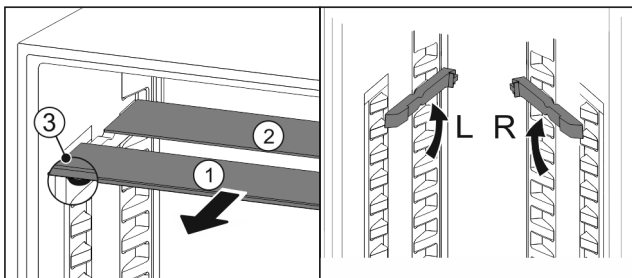

Fig. 121
- ▶ Издърпайте Fig. 121 (1) поотделно стъклените плочи напред.
- ▷ Стъклената плоча Fig. 121 (1) с декоративната лайсна е отпред.
- ▷ Ограничителите Fig. 121 (3) сочат надолу.